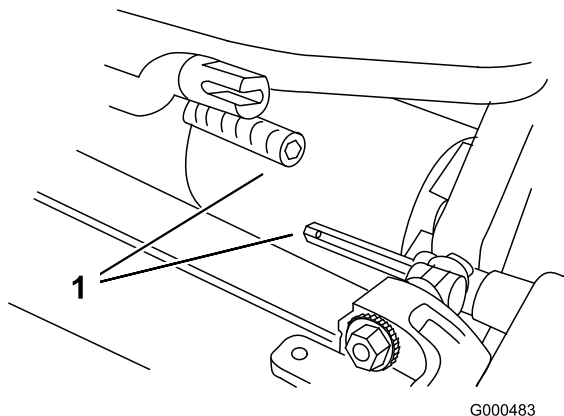

Figura 9
3. Empuje la unidad de corte por debajo de la unidad de tracción y hacia la izquierda para conectar el acoplamiento de la transmisión (Figura 9).